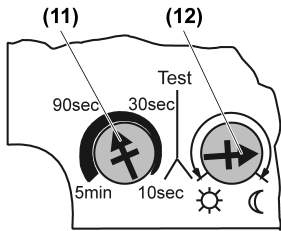

Bild 5: Nachlaufzeit und Helligkeitsschwelle einstellen
Der Bewegungsmelder verfügt auf der Rückseite des Gehäuseoberteils über einen Einsteller für die Nachlaufzeit (11) und die Helligkeitsschwelle (12) (Bild 5).
- Gewünschte Nachlaufzeit mit Einsteller (11) einstellen.
- Gewünschte Helligkeitsschwelle mit Einsteller (12) einstellen, dabei steht das Symbol ☼ für Tagbetrieb, also helligkeitsunabhängiges Schalten und das Symbol ☾ für minimale Helligkeit.
- Soll das Gerät bei Beginn der Dämmerung schalten, den Einsteller (12) wie im (Bild 5) dargestellt einstellen.